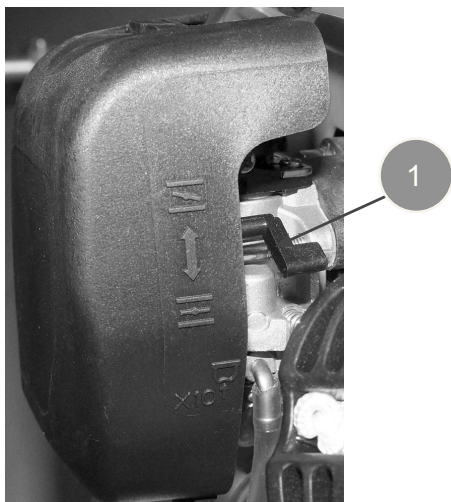
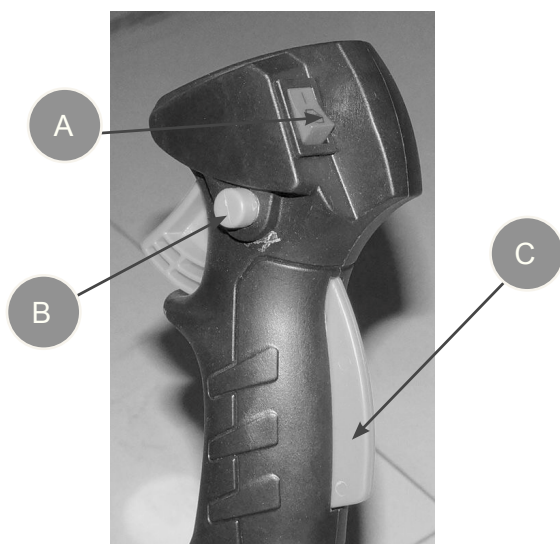

Рис.10
Рис.11
4. Закройте воздушную заслонку. Для этого рычаг заслонки 1 поднимите вверх (Рис.10).
5. Выключатель зажигания(A) установите в положение «I» Рис.11. Удерживая стопорный рычаг (С) Рис.10 нажмите на курок газа. Для облегчения запуска зафиксируйте курок газа стопором (В) Рис.11.